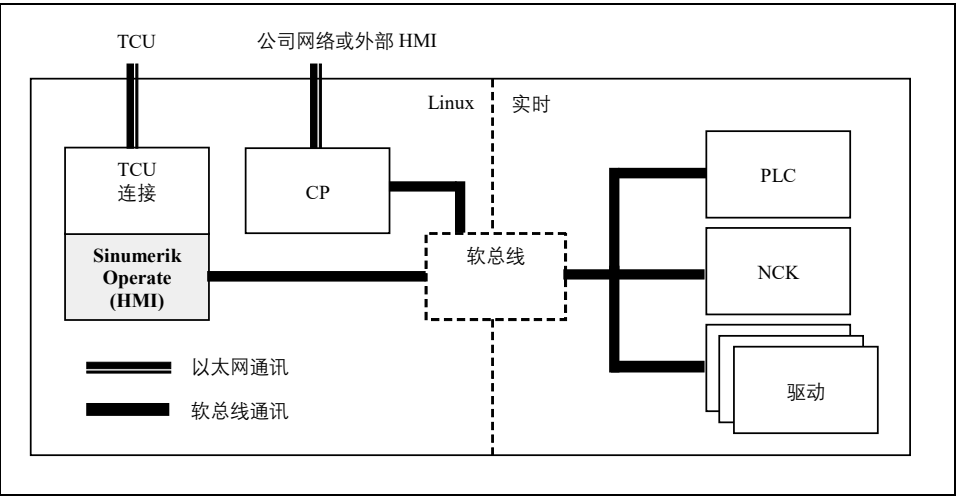

图 1-1: SINUMERIK Operate 软件集成到 SINUMERIK sl 控制系统中的方式
图 1 向您展示了 SINUMERIK Operate 软件是如何集成到 SINUMERIK sl 控制系统中的。其中，HMI 与 NCK、PLC 和驱动器之间的通讯是通过软总线实现的，该总线的功能相当于 PLC 的 K 总线。软总线使用的是 S7 通讯协议。外部接入的 HMI 通过通讯处理器 (CP) 来访问系统内的 NCK、PLC 和驱动器。同理，系统内部的 HMI 也可以通过 CP 来访问其他 NCU 内的 NCK、PLC 和驱动器。NCK 软件和由 Linux 操作系统控制的部件在同一个架构为 x86 的处理器中执行。而 PLC 软件和驱动器软件则分别在单独的处理器中执行。操作界面的可视化（输入/输出）是由一个所谓的薄型客户单元（Thin-Client-Unit，简称 TCU）实现的，在图 1-1 中未加以显示。TCU 实际上是一个单独的操作设备，通过以太网与控制设备 (NCU) 进行通讯。图 1-1 中标为“TCU 接入组件”的组件包含了 TCU 运行所需的服务器（即 VNC 服务器）和 TCU 在 SINUMERIK 系统环境下运行所需的其他必要功能，比如有：多个 TCU 在一个 NCU 的 HMI 上运行时操作焦点的管理功能、TCU 上相连 USB 设备的访问逻辑等。